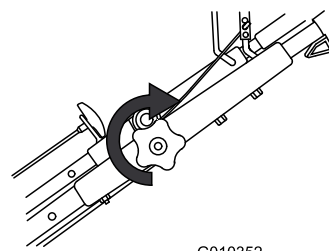

Figure 17
3. Serrez le bouton de la partie supérieure du guidon autant que possible (Figure 17).